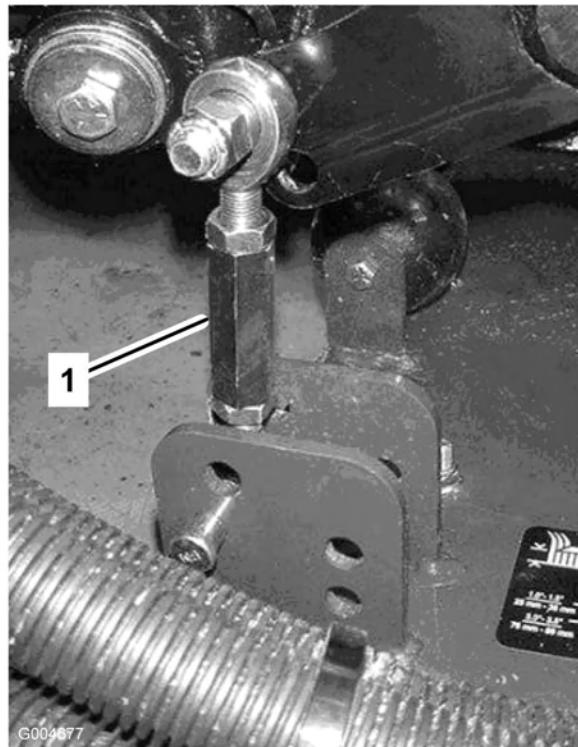

Figure 22
8. Enlevez les goupilles fendues et les axes de chape qui fixent les biellettes d'amortisseurs aux supports du plateau de coupe (Figure 22). Alignez les trous de la biellette d'amortisseur avec ceux du support de hauteur de coupe sélectionnés dans le bâti des plateaux de coupe (Figure 23), puis insérez les axes de chape et posez les goupilles fendues.